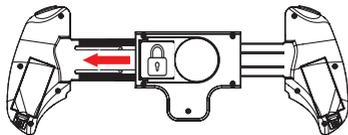

Figure 1: Déverrouillage de l'extension droite
3. **Tablette:** Tirer sur le bouton de verrouillage de l'extension situé au dos de la télécommande (Figure 1).